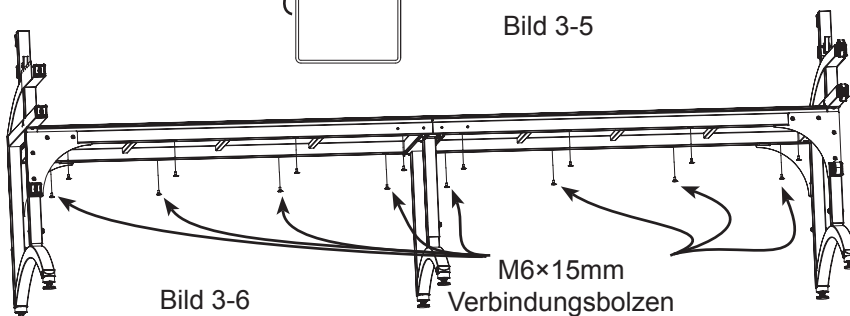

Bild 3-6
Sichern Sie diese teilweise mit der (8) M6 x 15mm Anschlusschraube unterhalb der Tischkonstruktion (Siehe Bild 3-6). Nachdem alle Schrauben eingefügt wurden, überprüfen Sie, ob die Schiene gerade und eben mit der Tischkonstruktion liegt und ziehen Sie alle Schrauben fest.